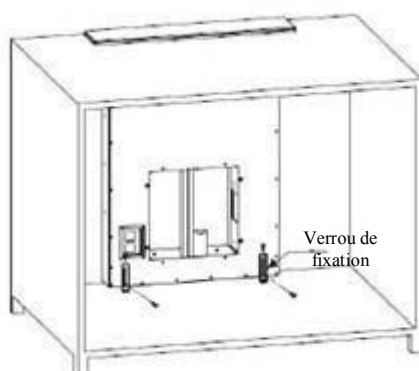

Fig. 3
2. Placez la hotte dans le trou de l'armoire (Voir fig. 2). Utilisez 4 vis ST4*8 et vis ST4*14 et un verrou de fixation pour fixer la hotte (Voir fig. 3).